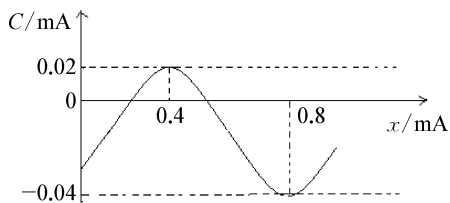

图 1-1-2 修正值曲线图
**【例 1-1-1】** 某台电流表的修正值由曲线图 1-1-2 给出,求示值分别为 0.4 mA 和 0.8 mA 时的实际值各为多少?